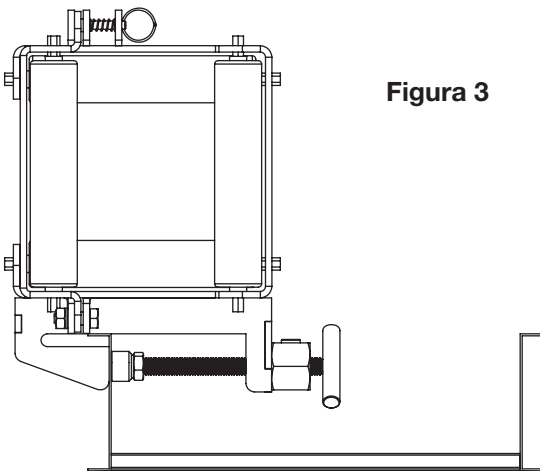

Figura 3
- De manera alternativa, el enrollador se puede instalar en posición espejular según se muestra en la figura 3.